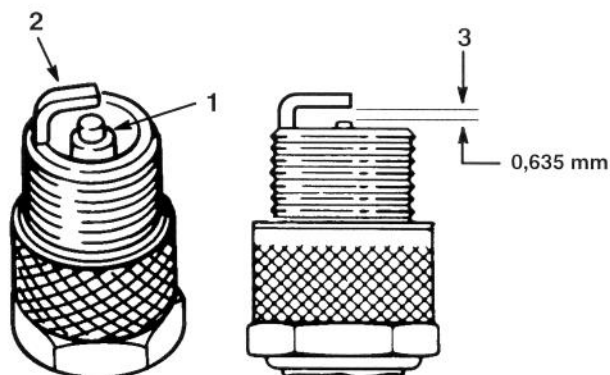

Abbildung 22
1. Die Mitte der Zündkerze ansehen (Abb. 22). Wenn der Isolator hellbraun oder grau erscheint, funktioniert der Motor richtig. Wenn sich jedoch eine schwarze Schicht auf dem Isolator gebildet hat, ist der Luftfilter verschmutzt.
2. Den Abstand zwischen den mittleren und seitlichen Elektroden prüfen (Abb. 22). Die seitliche Elektrode verbiegen (Abb. 22) wenn der Abstand nicht stimmt.